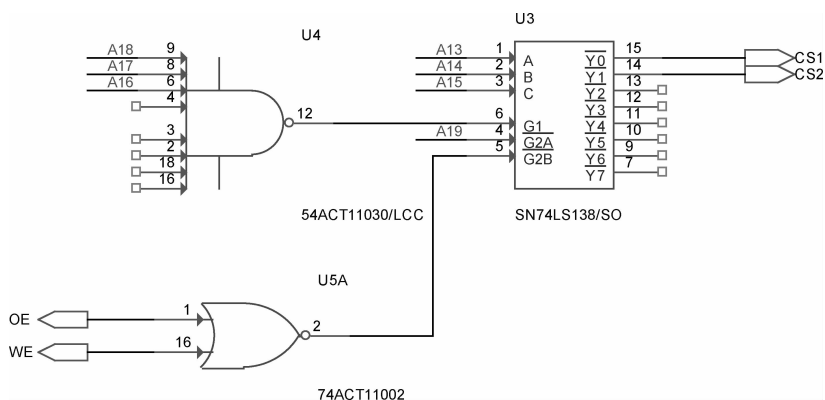

图 6-259 完成放置网络标签
4) 选择菜单栏中的 “Place (放置)” → “Net Alias (网络名)” 命令，或单击 “Draw (绘图)” 工具栏中的 “Place net alias (放置网络名)” 按钮, 弹出 “Place Net Alias (放置网络名)” 对话框，将网络标签放置到导线上，依次放置递增的网络标签，结果如图 6-259 所示。